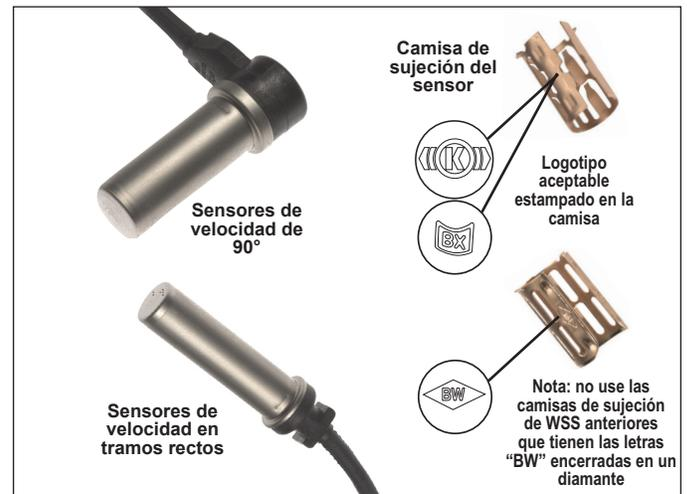
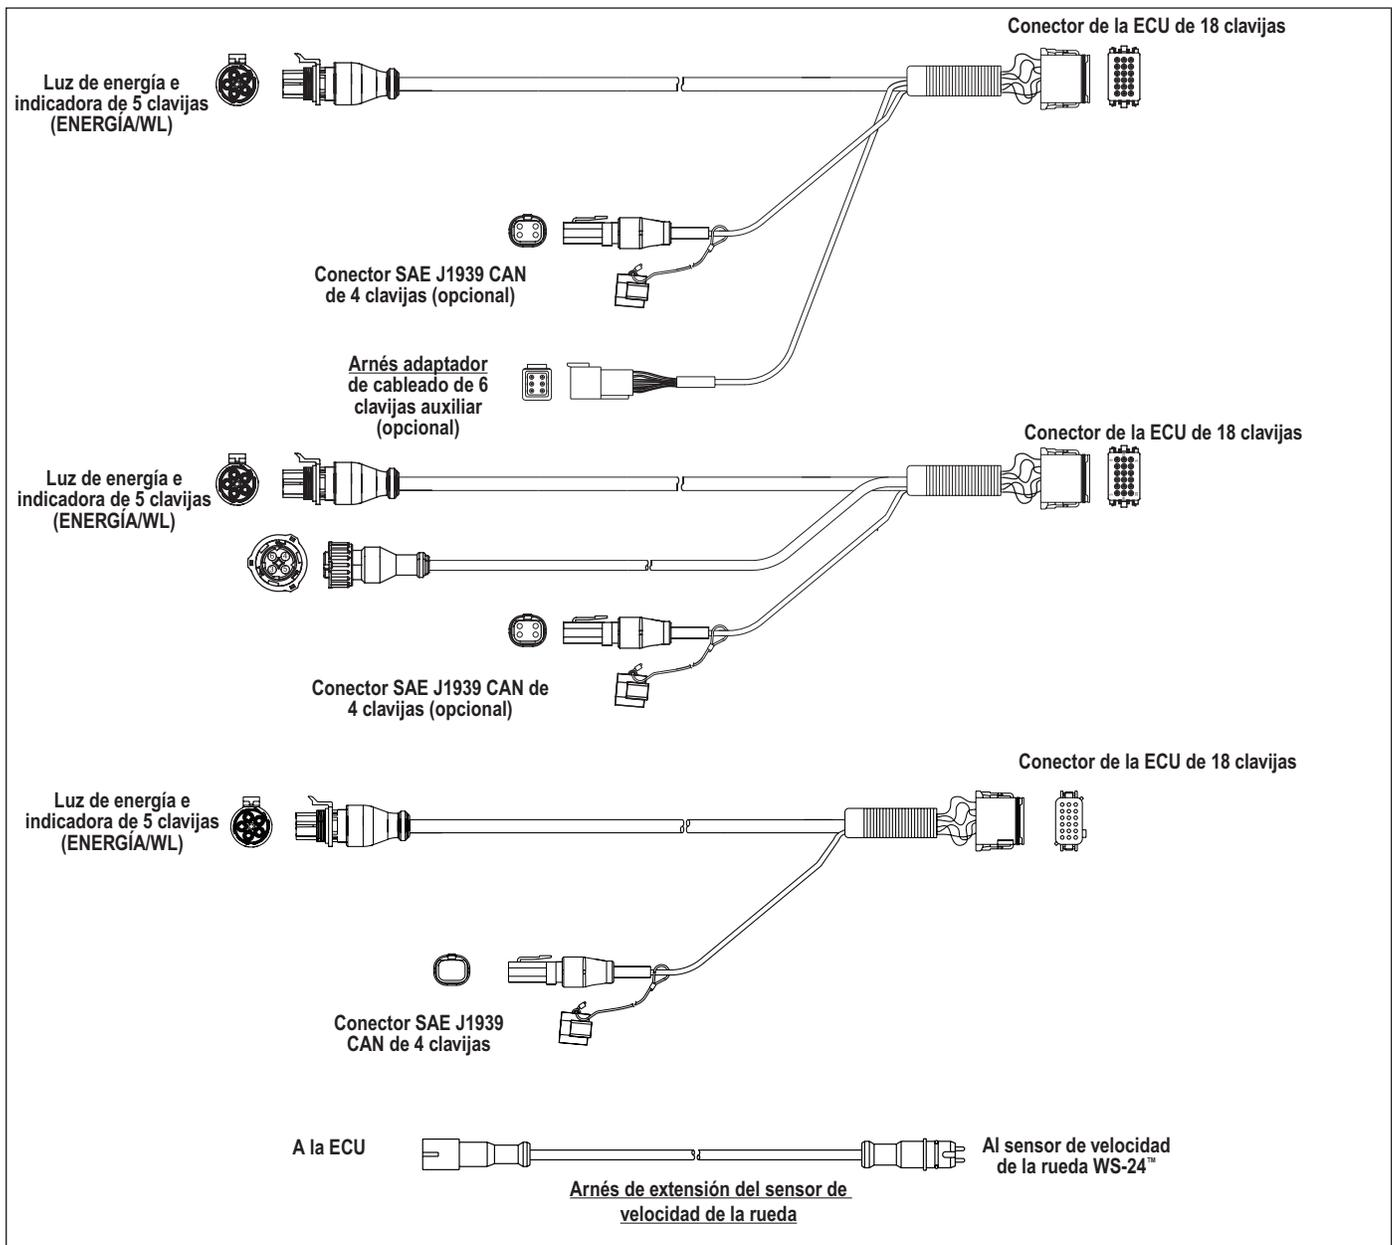

FIGURA 3 - SENSORES DE VELOCIDAD DE LA RUEDA WS-24™ DE BENDIX®
FIGURA 6 - EJEMPLOS DE LOS ARNESES ADAPTADORES DE CABLEADO
- **Sensores de velocidad de la rueda (WSS):** ubicados en los concentradores de rueda seleccionados, los sensores de velocidad de la rueda detectan la rotación de las ruedas individuales y envían una señal eléctrica a la ECU proporcional a la velocidad de rotación. *Consulte la figura 3.*
- **Arnés adaptador de cableado:** es necesario un arnés adaptador de energía y hay disponibles variaciones que incluyen subarneses, según se requieran. Consulte la figura 6.
- **Sensor de carga:** si el remolque cuenta con un sensor eléctrico de deflexión de resorte externo, consulte la figura 3, hay un acople conectado al eje (pero no debe estar instalado en el eje elevado) – a un máximo de 12,7 cm (5 pulg.) del centro del eje, que se conecta al sensor de carga instalado en el chasis del vehículo. La salida del sensor es una señal eléctrica proporcional a la deflexión del resorte. La conexión a la unidad de control electrónica (ECU) se hace mediante un subarnés auxiliar (parte del arnés de energía). Consulte la figura 6.
Consulte la figura 6.